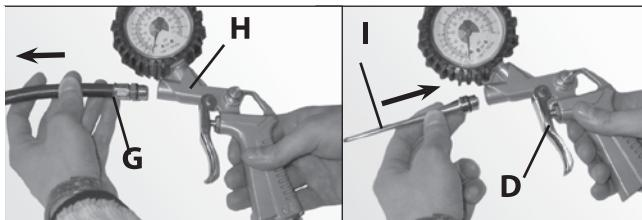

Рис.3
2. Открутите от корпуса **H** пневмопистолета воздушный шланг с наконечником **G** (рис.3). Прикрутите с усилием к корпусу пистолета продувочную насадку **I**. Для облегчения этих операций может потребоваться применение гаечного ключа.
4. Направьте пневмопистолет в направлении очищаемых поверхностей и нажмите рычаг **D** (рис.3). Поток воздуха регулируется усилием нажатия на рычаг.